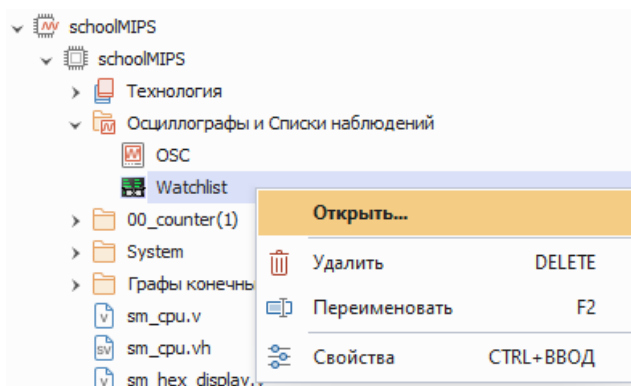

Рис. 40 Контекстное меню списка наблюдений
2. Выберите пункт «Открыть», см. Рис. 40. Или используйте двойной клик левой кнопки мыши на названии списка наблюдений.